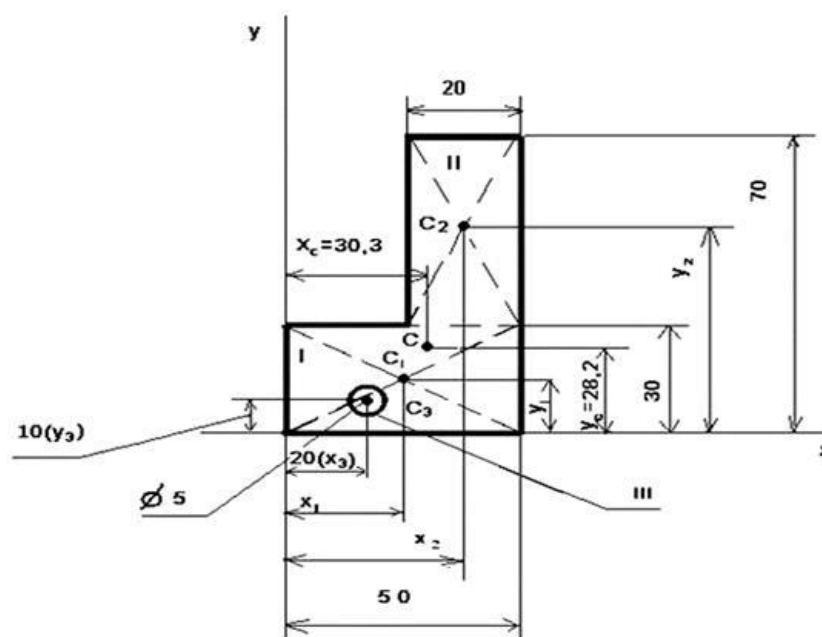

Рис. 8
**ПРИМЕР 2.** Для тонкой однородной пластины, форма которой и размеры в миллиметрах заданы на рис.8, определить положение центра тяжести.